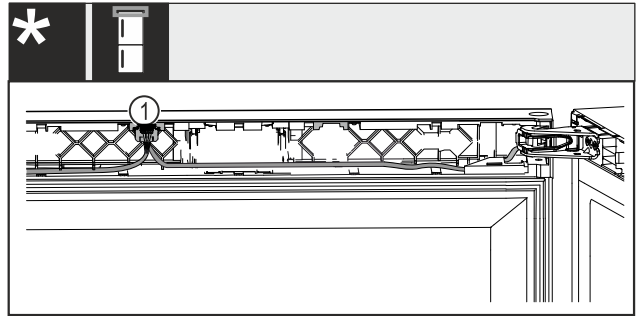

Fig. 46 Voor wijn-vries-combinaties*
- ▶ Stekker Fig. 46 (1) in de geleiding vastklikken.*